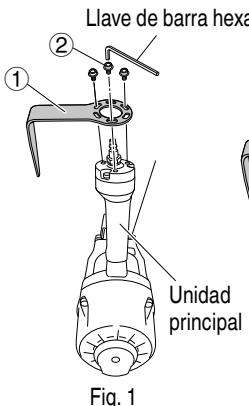

Fig. 1
- Fije el gancho (①) a la unidad principal en tres posiciones utilizando los pernos de brida M5×16 (②) (Fig. 1).